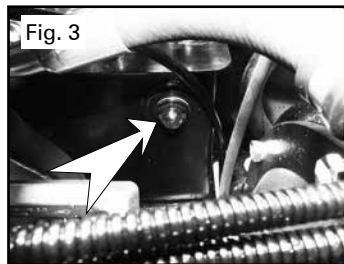

Fig. 3
- Le niveau est correct quand il est visible sur le regard de niveau (Fig. 3).